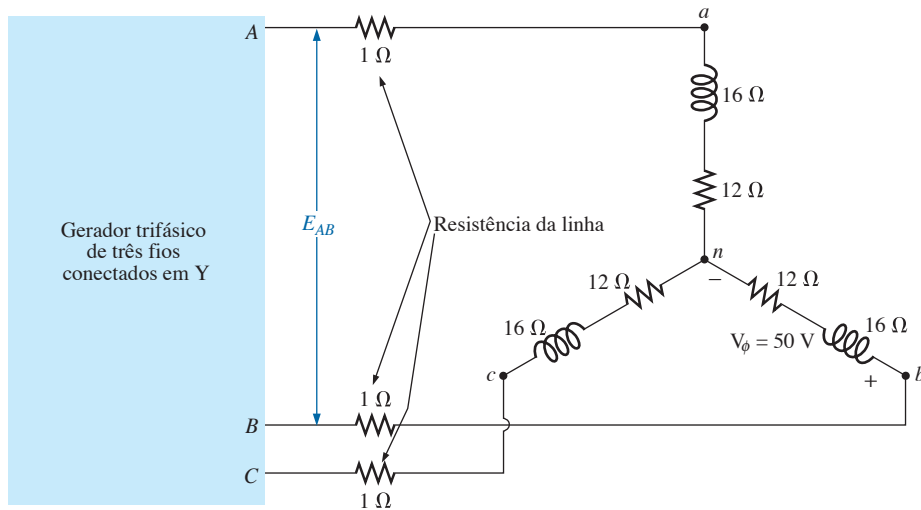

Figura 23.40 Problema 8.
- *8. Calcule o módulo da tensão E_{AB} no circuito trifásico equilibrado visto na Figura 23.40.